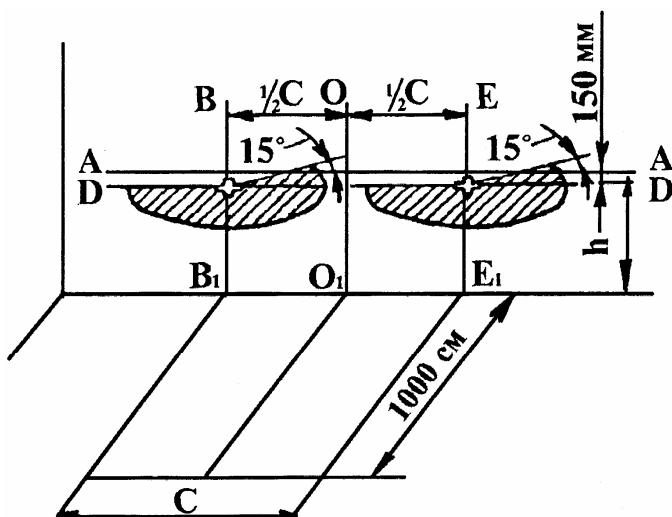

Рис. 16. Разметка экрана и регулировка передних фар
- произведите разметку экрана, как показано на рис. 16. При этом линии центров фар А-А нанесите на экране на расстоянии, равном высоте расположения центров фар над уровнем грунта, а линии В-В₁ и Е-Е₁ на расстоянии С (размер между центрами фар по горизонтали). Расстояние измерьте непосредственно на тракторе. Давление воздуха в шинах при этом должно соответствовать рекомендуемым нормам;